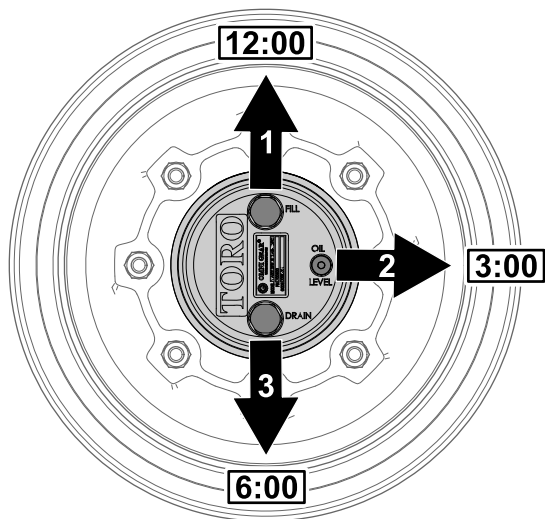

Figura 99
1. Aparque la máquina en una superficie nivelada y coloque la rueda de modo que el tapón de llenado se encuentre en la posición de las 12, el tapón de verificación en la posición de las 3 y el tapón de vaciado en la posición de las 6 (Figura 99).
2. Retire el tapón de verificación en la posición de las 3 (Figura 99).
1. Aparque la máquina en una superficie nivelada, coloque la rueda de modo que el tapón de llenado se encuentre en la posición de las 12, el tapón de verificación en la posición de las 3 y el tapón de vaciado en la posición de las 6; consulte Figura 99 en Comprobación del lubricante de la transmisión planetaria \(página 73\).